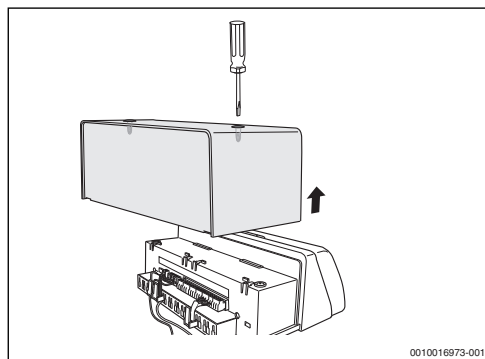

Fig. 59 Rimozione del pannello di copertura
- ▶ Svitare le 2 viti sulla parte superiore del pannello di copertura (→ fig. 59).